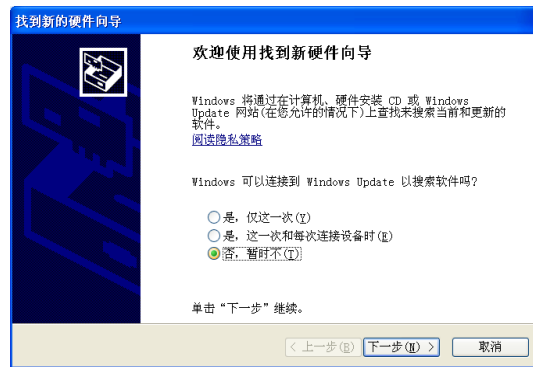

图 5 找到硬件向导
- a) 在弹出的新硬件向导（图 5）中选择“否，暂时不”，点击“下一步”；